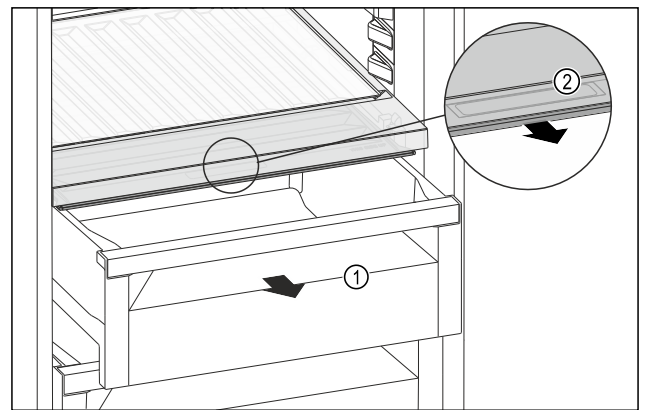

Fig. 179
- Retirer le tiroir Fig. 179 (1).
- Saisir la poignée encastree Fig. 179 (2) du couvercle du compartiment et tirer le couvercle du compartiment par l'avant.